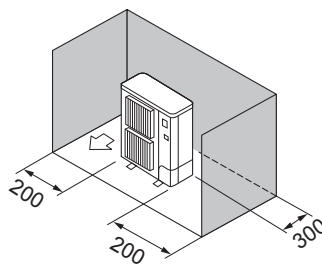

Fig. 2-5
- ③ Obstáculos sólo en la parte trasera y los laterales (Fig. 2-5)